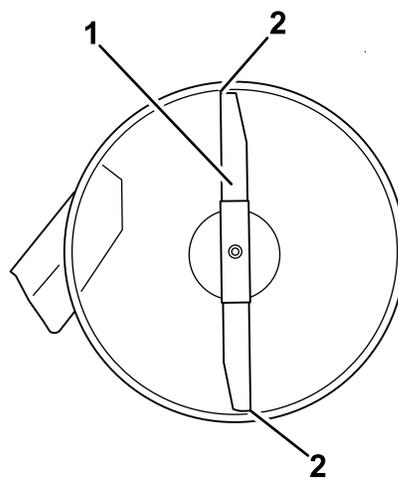

Figura 54
- 4. Gire cuidadosamente las cuchillas colocándolas en el sentido de avance de la máquina (Figura 54).
- 5. Mida entre la punta de la cuchilla delantera y la superficie plana y entre la punta de la cuchilla trasera y la superficie plana (Figura 54).
9. Después de realizar el ajuste, compruebe de nuevo la inclinación longitudinal, y siga ajustando la tuerca hasta que la punta de la cuchilla delantera esté entre 1,6 y 7,9 mm (1/16 a 5/16 pulgada) más baja que la punta de la cuchilla trasera (Figura 54).